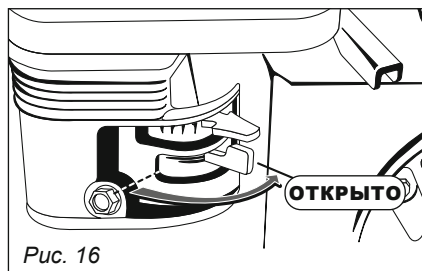

Рис. 16
2. Откройте топливный кран (рис. 16).